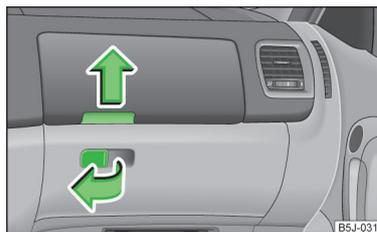

Fig. 62
- Tirar del tirador de la tapa en el sentido de la flecha » fig. 62 y abatir ésta.